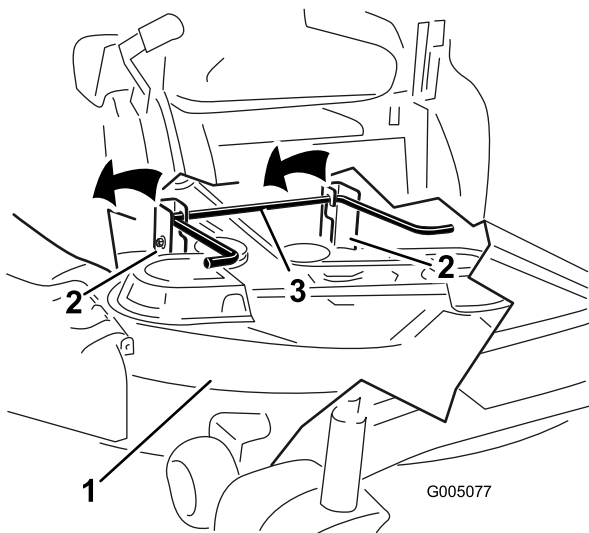

Figure 45
- Soulevez et enlevez le plateau de coupe et les supports de la tige de levage arrière et abaissez la tondeuse au sol avec précaution (Figure 45).
- Soulevez l'arrière du plateau de coupe et guidez les supports sur la tige de levage arrière (Figure 45).